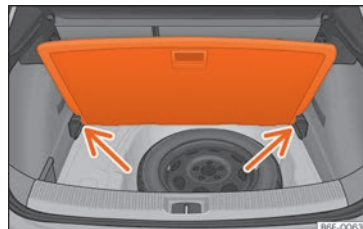

Fig. 128 Suelo variable del maletero: posición inclinada.
- Apoye el piso sobre los alojamientos previstos para tal uso » fig. 128 (flechas).